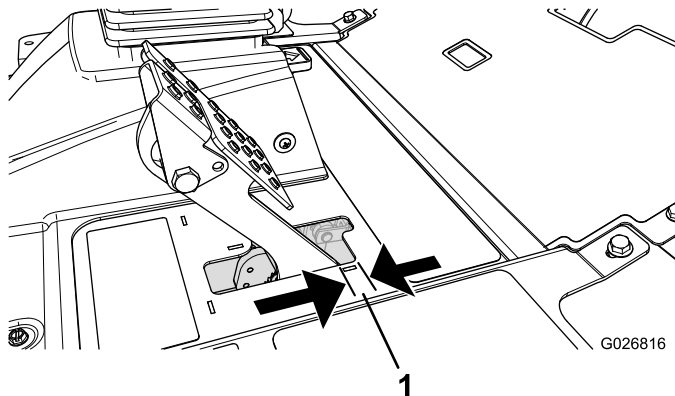

Figura 68
Ajuste los frenos si el pedal de freno tiene más de 2,5 cm de holgura (Figura 68), o cuando se necesite más fuerza para frenar. La holgura es la distancia que recorre el pedal de freno antes de notarse una resistencia de frenado.
2. Apriete la tuerca trasera para mover el cable hacia atrás hasta que los pedales de freno tengan una holgura de 6.3 a 12.7 mm (Figura 68) antes de bloquearse las ruedas.